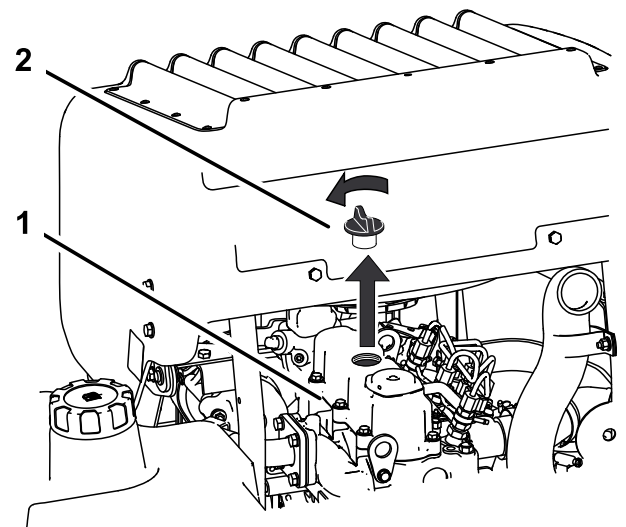

Figure 63
6. Retirez le bouchon de remplissage d'huile en haut du moteur (Figure 63).
2. Enlevez le bouchon de remplissage et la jauge (Figure 63).